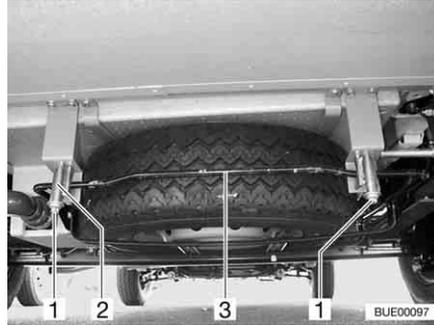

Bild 264 Ersatzrad-Halterung (Aufnahmekorb)
- Muttern (Bild 264,1) am rechten und linken hinteren Haken (Bild 264,2) der Ersatzrad-Halterung lösen.
- Bügel (Bild 264,3) leicht nach oben drücken. Gleichzeitig Haken nach unten ziehen und Bügel aushängen.